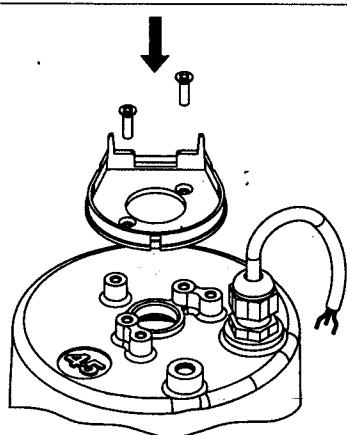
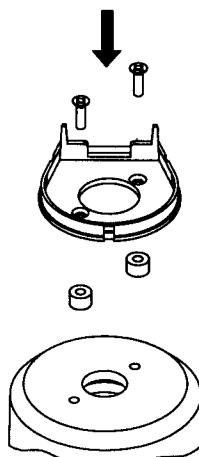

Fig. 2a
Fig. 2b
- 2) Per i motoriduttori Falcon, fissare il supporto per encoder direttamente sulla calotta con n.2 viti M4x8 in dotazione, come in fig. 2a. Per i motoriduttori Euro Slider e Euro Big Slider posizionare i n.2 distanziatori tra supporto e calotta e fissare con n.2 viti M4x15 in dotazione, come in fig. 2b.
- 2) For the Falcon gearmotors, secure the encoder support directly on the cover, with the two supplied M4x8 screws, as shown in figure 2a. For the Euro Slider and Euro Big Slider gearmotors, place the two spacers between the support and the cover, and secure with the two supplied M4x15 screws, as shown in figure 2b.
- 2) Pour les motoréducteurs Falcon, fixer le support pour encodeur directement sur la calotte avec les 2 vis M4x8 fournies, d'après la fig. 2a. Pour les motoréducteurs Euro Slider et Euro Big Slider positionner les 2 entretoises entre le support et la calotte et fixer avec 2 vis M4x15 fournies, d'après la fig. 2b.
- 2) Para los motorreductores Falcon, fije el soporte para encoder directamente en la tapa con 2 tornillos M4x8 suministrados en dotación, como se indica en la fig. 2a. Para los motorreductores Euro Slider y Euro Big Slider coloque los 2 separadores entre el soporte y la tapa y fíjelo con 2 tornillos M4x15 suministrados en dotación, como se indica en la fig. 2b.
- 2) Bei den Getriebemotoren Falcon ist der Halter für den Encoder mit den mitgelieferten Nr. 2 Schrauben M4x8 direkt auf der Haube anzubringen, wie in Abb. 2a gezeigt. Bei den Getriebemotoren Euro Slider und Euro Big Slider werden Nr. 2 Abstandstücke zwischen dem Halter und der Haube positioniert und mit den mitgelieferten Nr. 2 Schrauben M4x15 gemäß Abb. 2b befestigt.